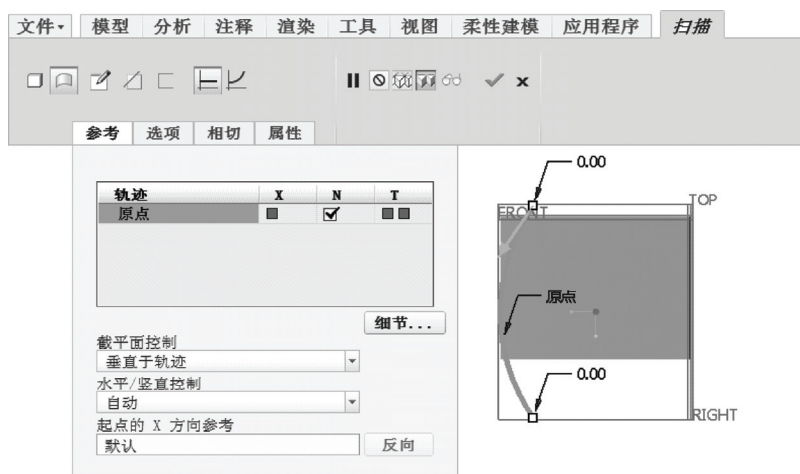

图 12-76 原点轨迹及其相应设置
4) 将刚绘制的圆弧用作原点轨迹, 注意其起点箭头位置和截平面控制设置等, 如图 12-76 所示。